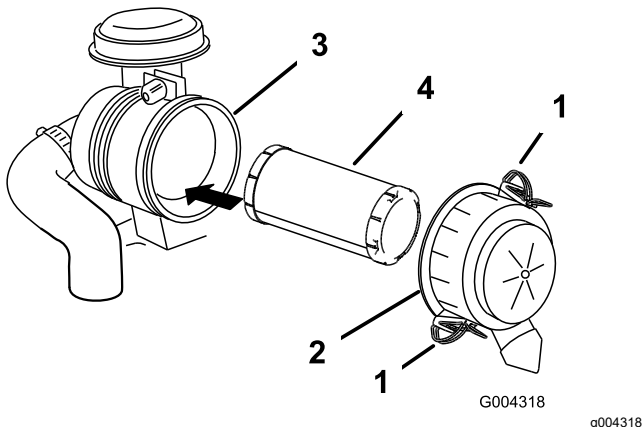

Figura 42
3. Rilasciate i dispositivi di fermo del filtro dell'aria e togliete il coperchio dal corpo del filtro (Figura 42).
5. Estraeate con cautela il filtro dal corpo del filtro dell'aria (Figura 42).